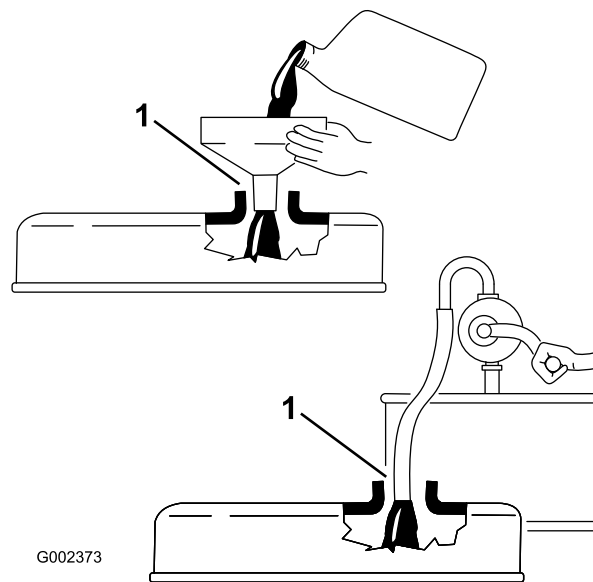

Figura 16
**Importante:** Al añadir aceite de motor, debe haber holgura entre el dispositivo de llenado de aceite y el orificio de llenado (en la tapa de las válvulas) según se muestra en Figura 16. Esta holgura es necesaria para permitir la ventilación durante el llenado, lo cual evita que el aceite se derrame sobre el respiradero.